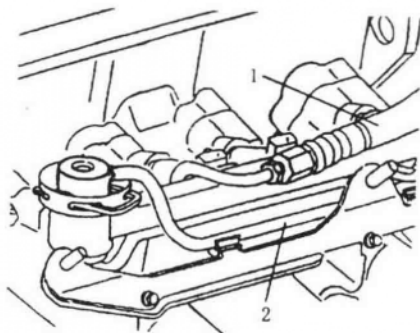

图 1-7 拔下供油管和回油管
(13) 从空气滤清器上取下活性炭罐电磁阀。
(14) 拆下空气滤清器至节气门控制器之间的空气管路。
(15) 拆下空气滤清器罩壳。
(16) 拔下燃油分配管上的供油管 1 和回油管 2, 如图 1-7 所示。注意: 燃油系统是有压力的, 在打开系统之前先在开口处放置抹布, 然后小心地松开接头以放出压力。